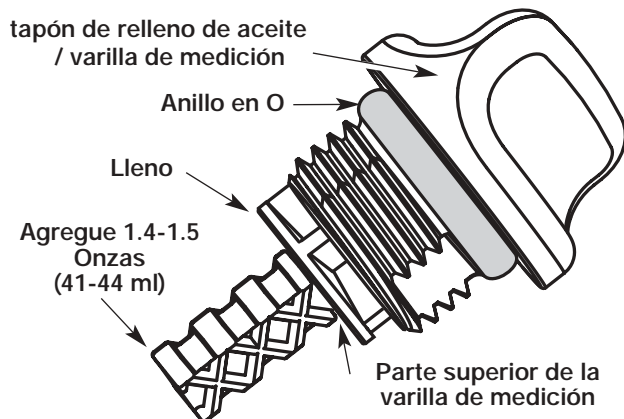
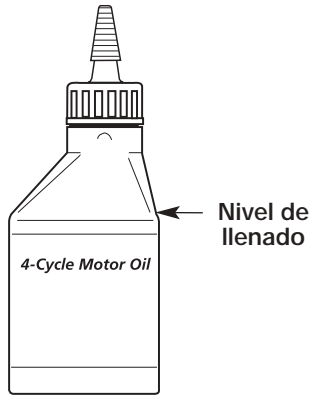

Fig. 18
Fig. 21
5. Retire el tapón de relleno de aceite / varilla de medición e inspeccione el nivel del aceite. El aceite debe llegar hasta la parte superior de la varilla de medición (Fig. 18).
6. Si el nivel está bajo, agregue una pequeña cantidad de aceite en el orificio de llenado de aceite y vuelva a medir (Fig. 18). Repita hasta que el nivel de aceite llegue hasta la parte superior de la varilla de medición.
**NOTA:** Use la botella y la boquilla que guardó del uso inicial para medir la cantidad correcta. El nivel de 3.4 onzas (100 ml) está aproximadamente en la parte superior de la etiqueta de la botella (Fig. 21). Mida el nivel con la varilla de medición. Si el nivel está bajo, agregue una pequeña cantidad de aceite y vuelva a medir (Fig. 18). No lo llene demasiado.